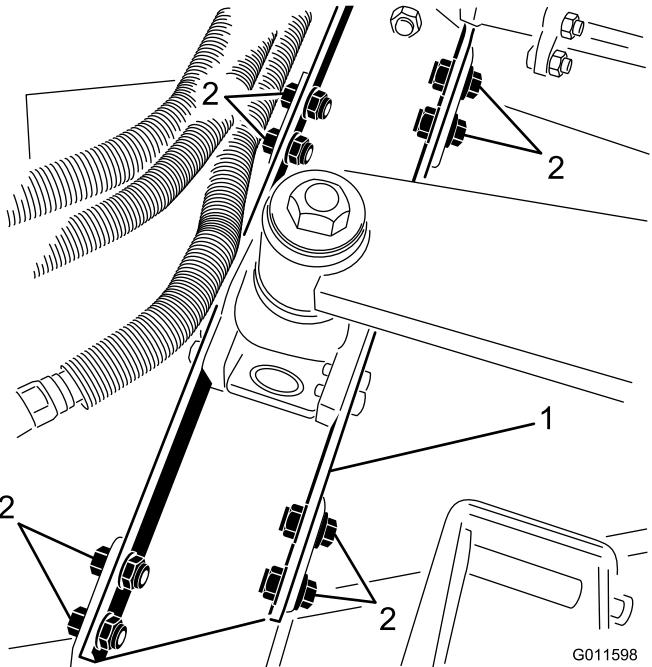

Figure 6
- Retirez les (8) boulons, rondelles et contre-écrous qui fixent le support de bras de relevage aux supports du plateau de coupe (Figure 6).